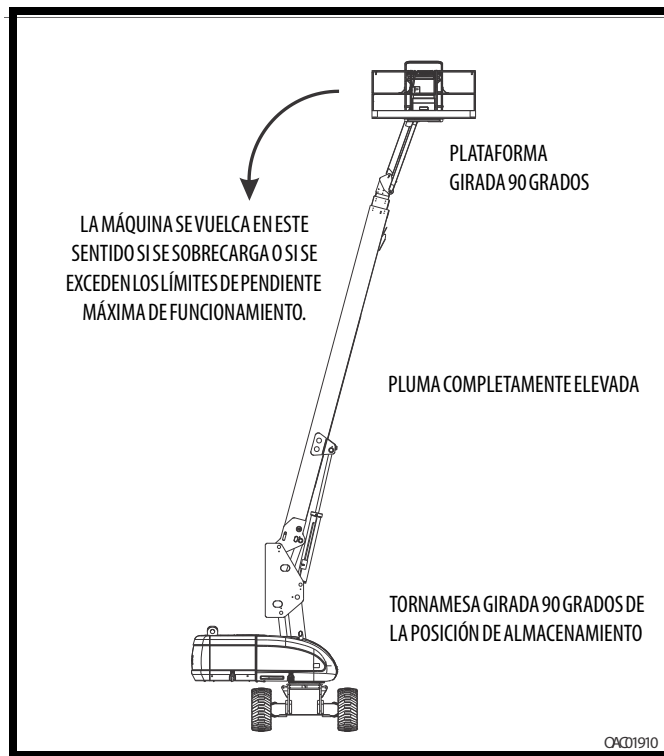
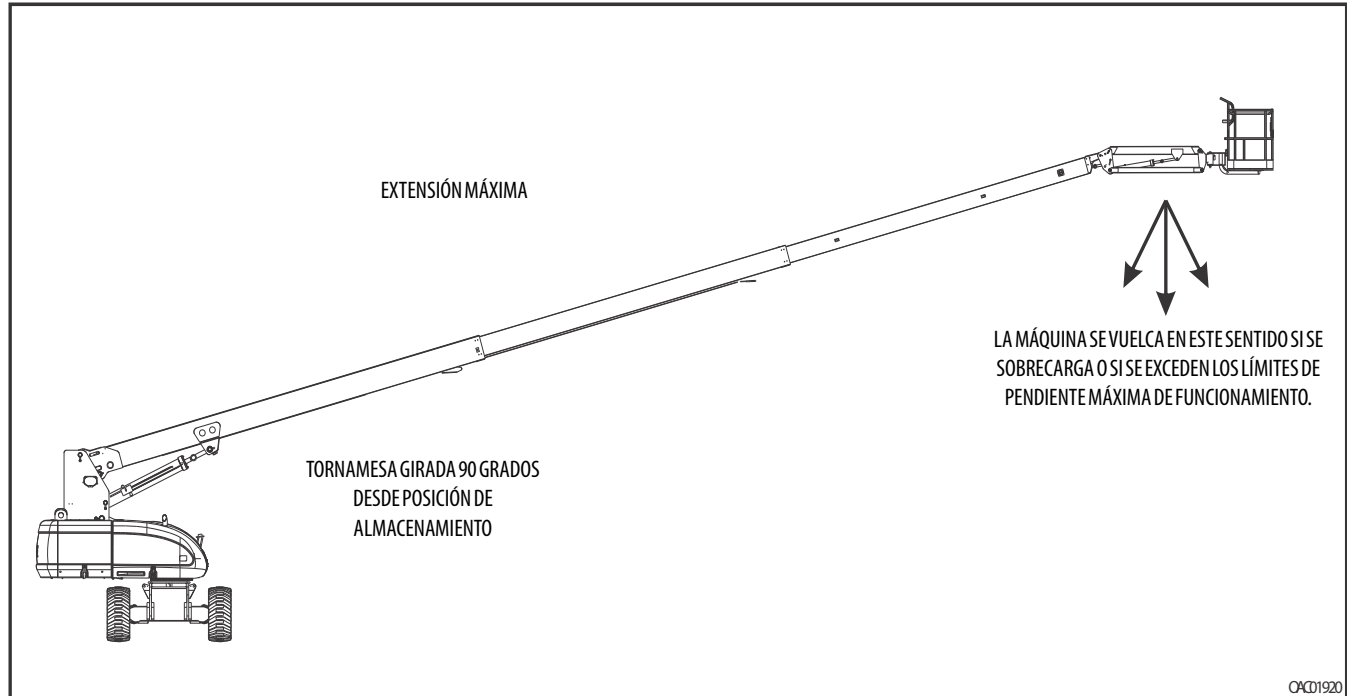

Figura 4-1. Posición de estabilidad trasera mínima
Figura 4-2. Posición de estabilidad delantera mínima
La estabilidad de la máquina depende de dos (2) condiciones, las cuales se denominan estabilidad DELANTERA y estabilidad TRASERA. La posición de la máquina que ofrece la estabilidad DELANTERA mínima se ilustra en la (ver la Figura 4-2.); la posición que ofrece la estabilidad TRASERA mínima se ilustra en la (ver la Figura 4-1.)